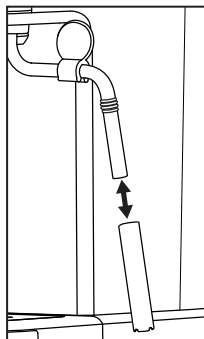

Abb. 3
- 1) Stellen Sie einen leeren Behälter unter die Milchaufschäumdüse ⑩.
- 2) Drehen Sie den Dampfregler ⑦ direkt nach dem Gebrauch auf „+“ und lassen Sie einige Sekunden Dampf entweichen.
- 3) Drehen Sie den Dampfregler ⑦ zu (bis zum Anschlag in Richtung „-“ drehen), schalten Sie das Gerät aus und ziehen Sie den Netzstecker.
- 4) Lassen Sie die Milchaufschäumdüse ⑩ abkühlen.
- 5) Ziehen Sie die Hülle der Milchaufschäumdüse ⑩ ab (siehe Abbildung 3) und reinigen Sie diese sorgfältig im warmen Wasser.
- 7) Schieben Sie die Hülle wieder auf die Milchaufschäumdüse ⑩ (siehe Abbildung 3).